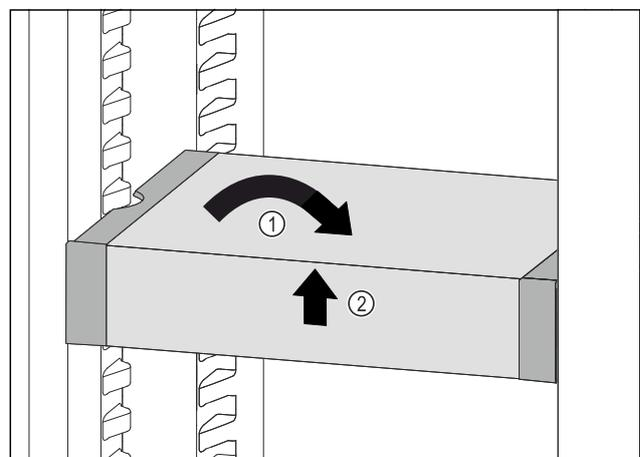

Fig. 108
- ▶ Remettre le VarioSafe droit. Fig. 108 (1)
- ▶ Soulever la partie avant du VarioSafe. Fig. 108 (2)